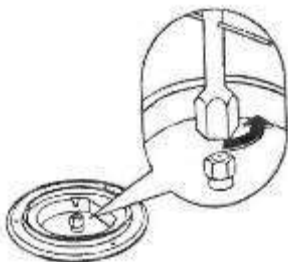

Рис. 8. Замена сопла горелки верхнего стола с помощью ключа 7 мм.
- Используя торцевой трубчатый ключ размером 7 мм заменить сопла согласно Табл. 2 (Рис. 8).